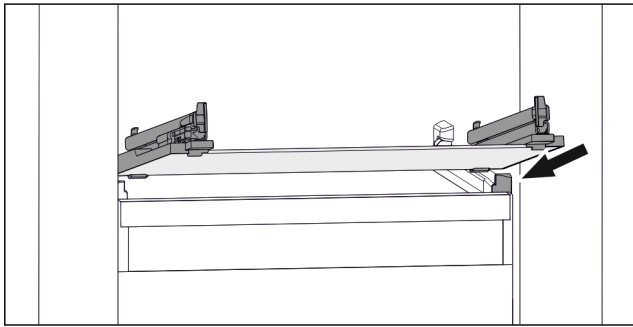

Fig. 73 Beispielhafte Darstellung der Glasplatte
- ▶ Glasplatte schräg hinter den Stopperrn aufsetzen. (zie Fig. 73)